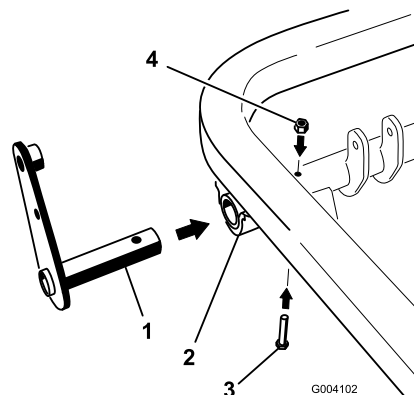

Figure 12
1. Glissez le tenon de l'ensemble levier dans l'extrémité gauche du tube de pivot et fixez-le avec un boulon (5/16 x 2 pouces) et un contre-écrou (5/16 pouce) dans le tube de pivot (Figure 12).